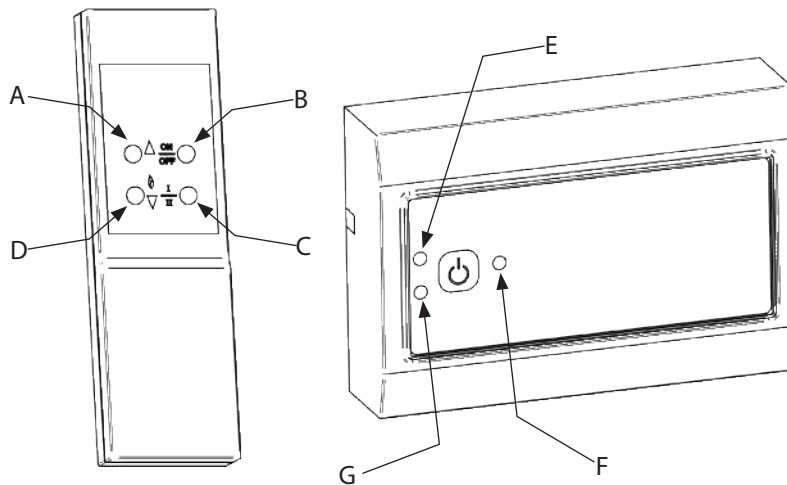

Abb.12
- Die EIN/AUS-Taste (B) und BRENNER-Taste (D) Gleichzeitig 1 sekund bestätigen.
- Die Funktionsdiode (Abb. 12-E) blinkt GRÜN, bis ein korrekter Abzug bestätigt wird; blinkt die Diode GELB, muß die Klappe geöffnet werden; die Feuerstelle wird jetzt eingeschaltet.
- Läßt sich das Flammenbild ändern, erfolgt dies an der Hoch/Niedrig-Taste. (Abb. 12-C); die Funktionsdiode blinkt einmal für niedrig und zweimal für hoch.
- Die Drehzahl des Rauchsaugers läßt sich durch Betätigen die Tasten (Abb. 12-A und 12-D) einstellen; dabei blinkt die Funktionsdiode. Die Drehzahl läßt sich nicht unter dem Sicherheitsmindestwert einstellen.
- Zum abschalten die EIN/AUS-Taste erneut für 5 sekunden drücken (Abb. 12-B).
- Zu Ventilationszwecken den Ein/Aus Knopf drücken (Abb. 12-B). Die Betriebs-anzeige leuchtet konstant „Gelb“.
- Die EIN/AUS Taste betätigen (Abb. 12-F).
- Die Funktionsdiode (Abb. 12-E) blinkt GRÜN, bis der Rauchsauger einen ausreichenden Schornsteinzug aufgebaut hat. Blinkt die Diode GELB, ist die Frischluftklappe zu öffnen (falls vorhanden).
Funktionsdiode (Fig. 12-E)
Alarmdiode (Fig. 12-G)
Durch Drücken der EIN/AUS Taste (Abb. 12 F) für mindestens 4 Sekunden läßt sich die Drehzahl des Rauchsaugers während des Betriebes erhöhen. Durch Ausschalten wird diese wieder aufgehoben.